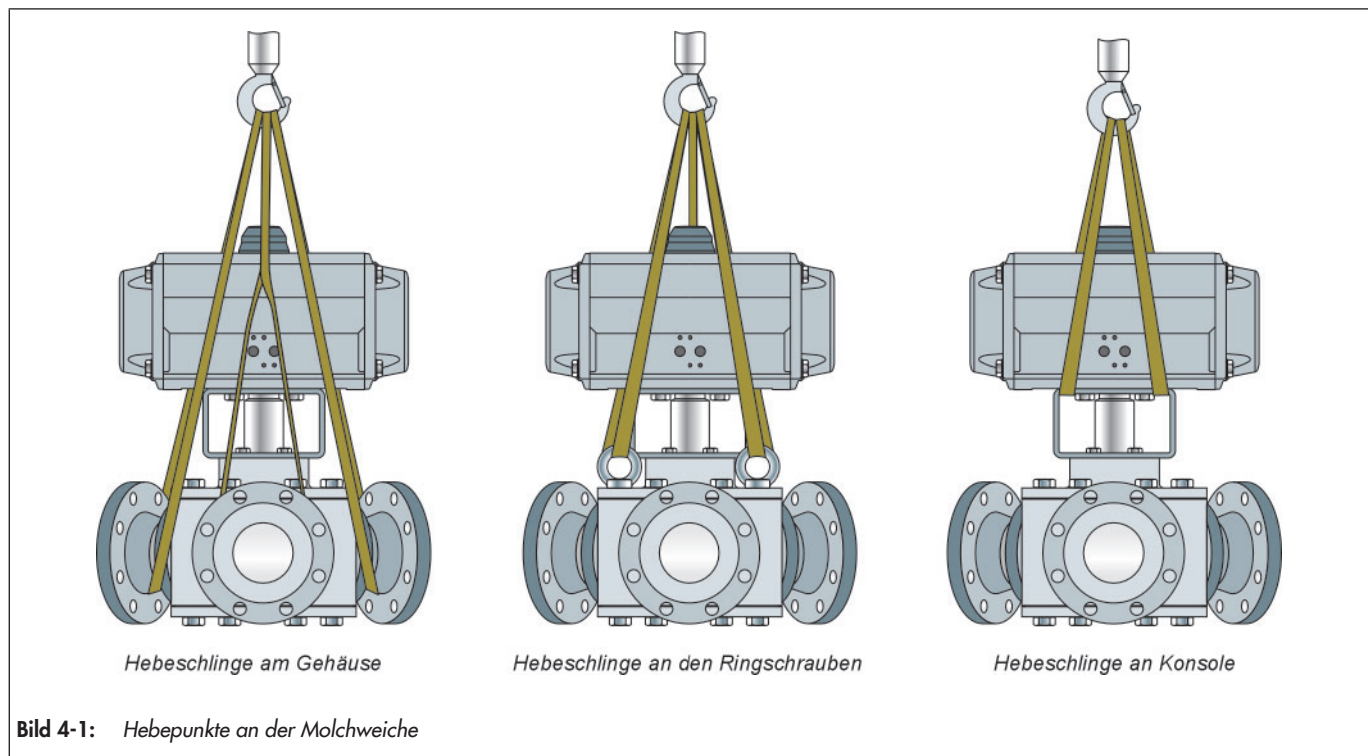

Bild 4-1: Hebepunkte an der Molchweiche
- ⇒ Als Tragmittel einen Haken mit Sicherheitsverschluss verwenden, damit die Anschlagmittel beim Heben und Transportieren nicht vom Haken rutschen können, vgl. Bild 4-1.
- ⇒ Je eine Hebeschlinge an den Flanschen des Gehäuses und am Tragmittel (z. B. Haken) des Krans oder Gabelstaplers anschlagen, vgl. Bild 4-1. Dabei die Sicherheit, Tragfähigkeit und Länge der Hebeschlingen beachten
- ⇒ Je eine Hebeschlinge durch die Ringschrauben am Gehäuse und am Tragmittel (z. B. Haken) des Krans oder Gabelstaplers anschlagen, vgl. Bild 4-1. Dabei die Sicherheit, Tragfähigkeit und Länge der Hebeschlingen beachten
- ⇒ Je eine Hebeschlinge an der Konsole und am Tragmittel (z. B. Haken) des Krans oder Gabelstaplers anschlagen, vgl. Bild 4-1. Dabei die Sicherheit, Tragfähigkeit und Länge der Hebeschlingen beachten.